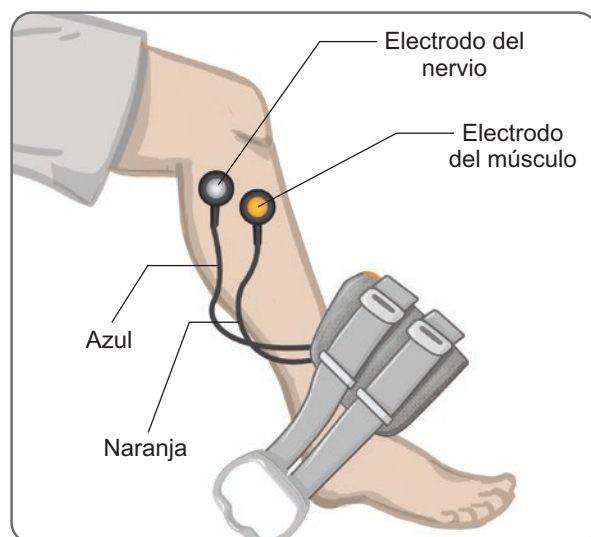

Ilustración 8-4: Cable conector conectado
3. Conecte los extremos naranjas del cable conector a la base del electrodo del músculo y el orificio de enganche naranja de la banda. Consulte la ilustración 8-4.
4. Conecte los extremos azules del cable conector a la base del electrodo del nervio y al orificio de enganche azul de la banda. Consulte la ilustración 8-4.
5. Coloque la banda de la parte inferior de la pierna junto al pie del paciente. Consulte la ilustración 8-4.